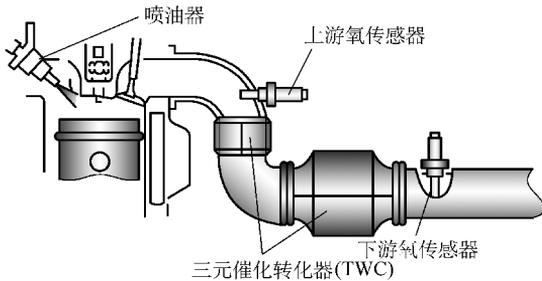
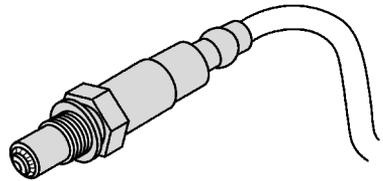

图 1-6 氧传感器和 TWC 的装配关系
图 1-7 氧传感器外形
1) 氧传感器触头颜色发黑，说明混合气过浓，TWC 前部被积炭堵塞。氧传感器与 TWC 的装配关系见图 1-6。氧传感器外形见图 1-7。